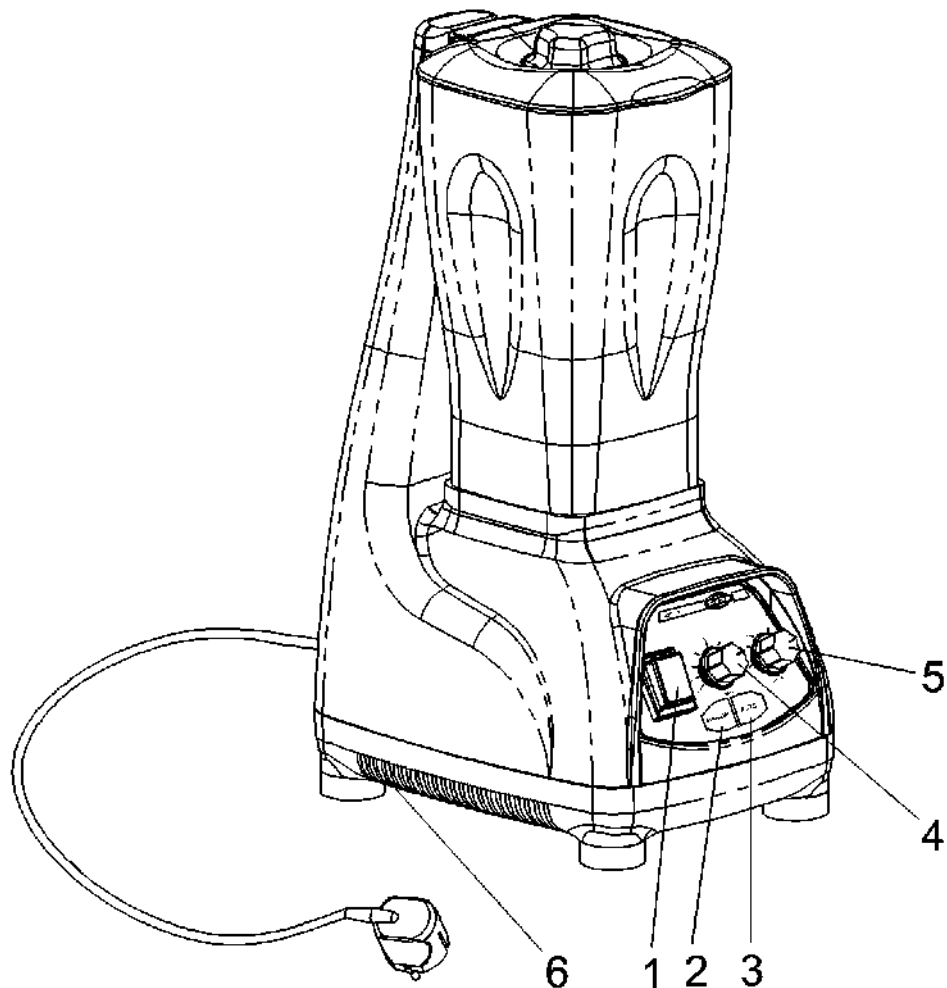

Рисунок 5: Панель управления
- ◆ 2-позиционный главный выключатель (0, I) с индикаторной лампочкой для включения или выключения блендера (1.рис. 5).
- ◆ Кнопка включения (РУЧНАЯ) для мгновенного включения на максимальной скорости, для ручного использования (2, рис.5).
- ◆ Кнопка запуска (AUTO) для автоматического использования (3 рис.5).
- ◆ 9-позиционный переключатель времени для автоматической работы (4, рис.5).
- ◆ 6-позиционный переключатель скорости (5, рис.5).
- ◆ Предохранительный термовыключатель (RESET) для защиты блендера (6 рис.5).